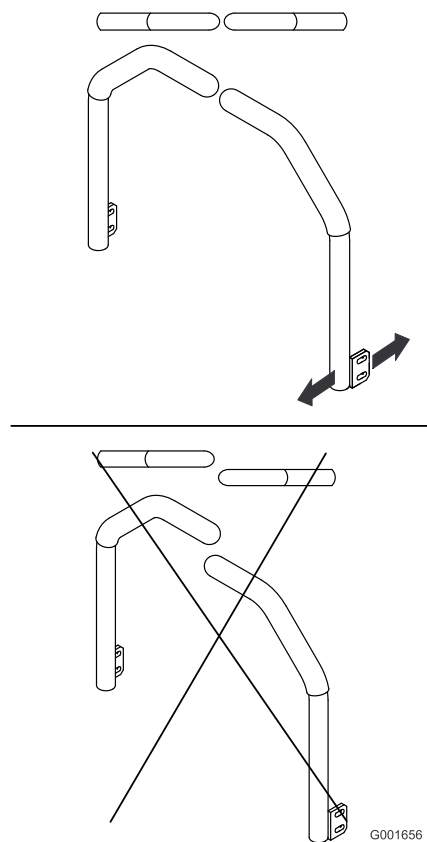

Figure 75
5. Réglez les leviers de commande de sorte à les aligner (Figure 75) et serrez les boulons de fixation des leviers aux montants.